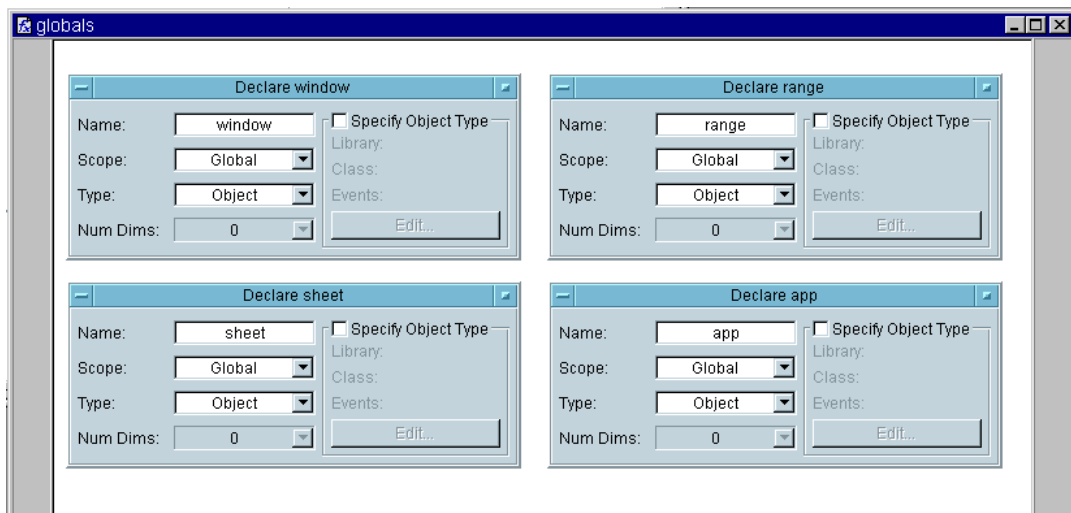

図 6-5. Globals UserFunction
4. このオブジェクトのクローンを3つ作成し、3つのオブジェクトの名前を `app`、`range`、`window` に変更します。globals UserFunction のサイズを変更し、メインの下に移動します。図 6-5 のように表示されます。
5. エントリを図 6-5 と比較した後で、4つのオブジェクトをアイコン化します。